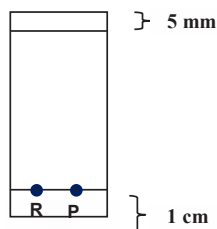

Figura 1
2. Em uma placa de sílica para TLC, marque uma linha com lápis, aproximadamente a 1 cm da borda inferior da placa e outra, aproximadamente a 5 mm da borda superior. Marque dois pontos sobre a linha inferior e escreva suavemente embaixo deles as letras “R” (para o reagente) e “P” (para o produto), tal como é mostrado na **Figura 1**.